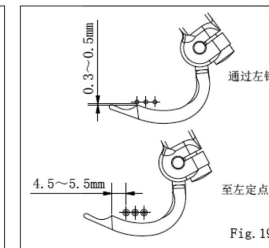

Fig. 19
2. 当上勾针由右往左边移时, 上勾针之勾线尖端与左针之间隙为 0.3~0.5mm, 当上勾针继续移至最左时, 上勾针之勾线尖端与左针中心距离为 4.5~5.5mm。(图 19)